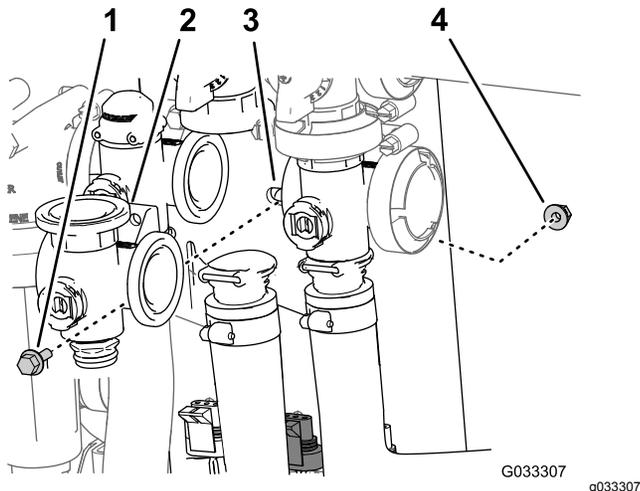

図 65
3. 攪拌バルブをバルブマウントに固定しているフランジヘッドボルトとフランジロックナットを外してバルブマニホルドを機体から取り外す 図 65。